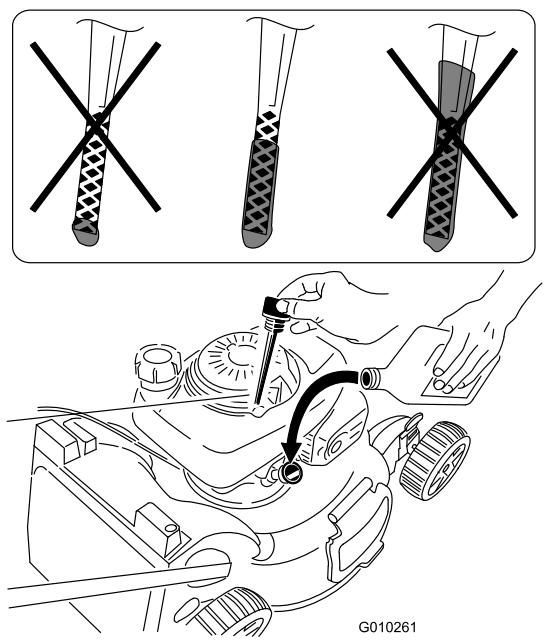

Рисунок 46
5. **Медленно** влиявите масло в трубу для заливки масла, периодически проверяя уровень масломерным щупом, пока щуп не покажет, что двигатель заполнен маслом, как показано на Рисунок 46. **Не допускайте переполнения картера.** (Макс. объем масла: 0,55 л, тип: автомобильное моющее масло (SAE 30), имеющее классификацию API: SH, SJ, SL и выше.)
Примечание: При каждой проверке уровня масла извлеките масломерный щуп, дочиста протрите его и вставьте в горловину для заливки масла (но не завинчивайте), после чего снова выньте щуп и проверьте уровень (Рисунок 46).